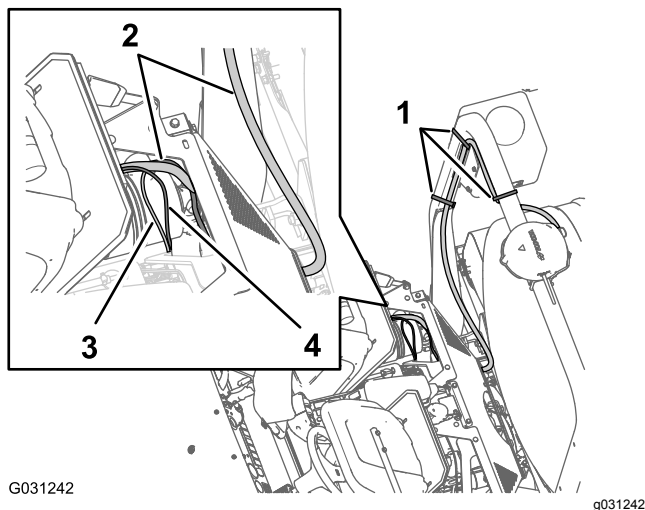

Figure 168
1. Acheminez la branche de 100 cm du faisceau électrique (Figure 168) munie du connecteur à 1 broche jusqu'au point de connexion des faisceaux avant et arrière de la machine ; voir Figure 86 de Branchement des faisceaux de câblage avant et arrière (page 43).
2. Acheminez la branche de 100 cm du faisceau de données (Figure 168) munie du connecteur à 4 broches de CAN 2/contrôleur de pulvérisation jusqu'au point de connexion des faisceaux avant et arrière de la machine ; voir Figure 86 de Branchement des faisceaux de câblage avant et arrière (page 43).